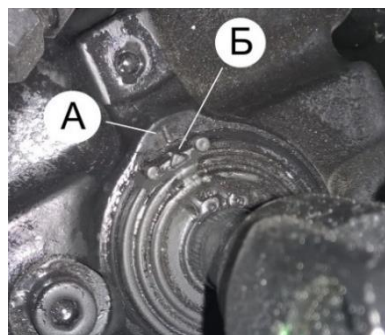

**Рис. 11.7** Положение меток на крышке входного вала и на картере рулевого механизма
- стрелка Б (см. рис. 11.7) на крышке входного вала и метка А на приливе картера рулевого механизма;
3. Частично разгрузить переднюю ось приподнятием (без отрыва шин колёс от опорной поверхности), или установить колёса на поворотные диски. Управляемые колеса установить в положение, соответствующее движению автобуса «прямо». Установить продольную рулевую тягу, соблюдая совпадение меток (рис. 11.7).